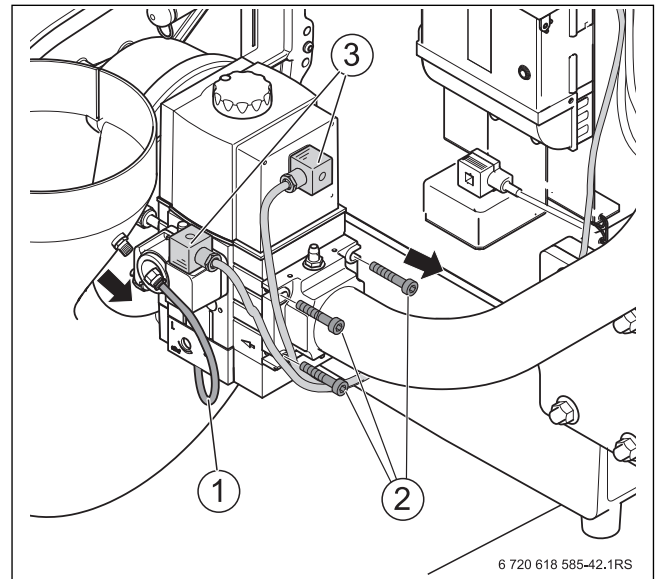

Fig. 56 Allentare i collegamenti della valvola del gas
- Rimuovere i collegamenti elettrici alla valvola del gas e al ventilatore (→ fig. 56, pag. 41).